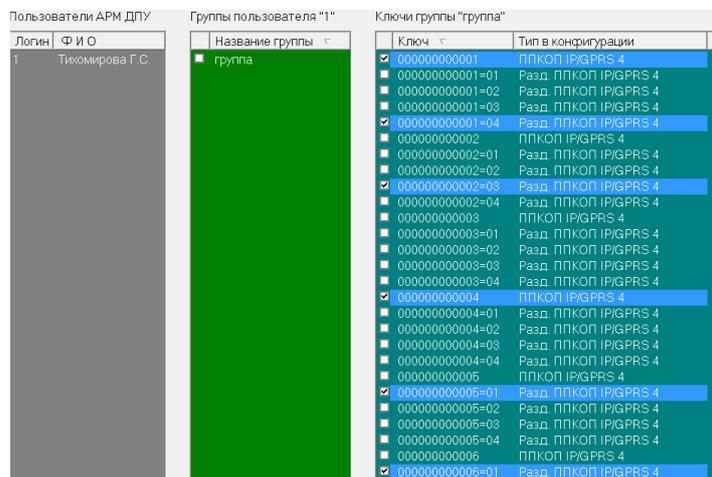

Рисунок 6.51: «Фильтр отображаемых объектов» множественный выбор расположенных не подряд элементов
- Для выбора элементов, расположенных не подряд, (рисунок 6.51) необходимо при нажатой клавиши «**Ctrl**» выделить требуемые элементы списка. Для подтверждения выбора необходимо поставить галочку напротив любого из выбранных элементов.